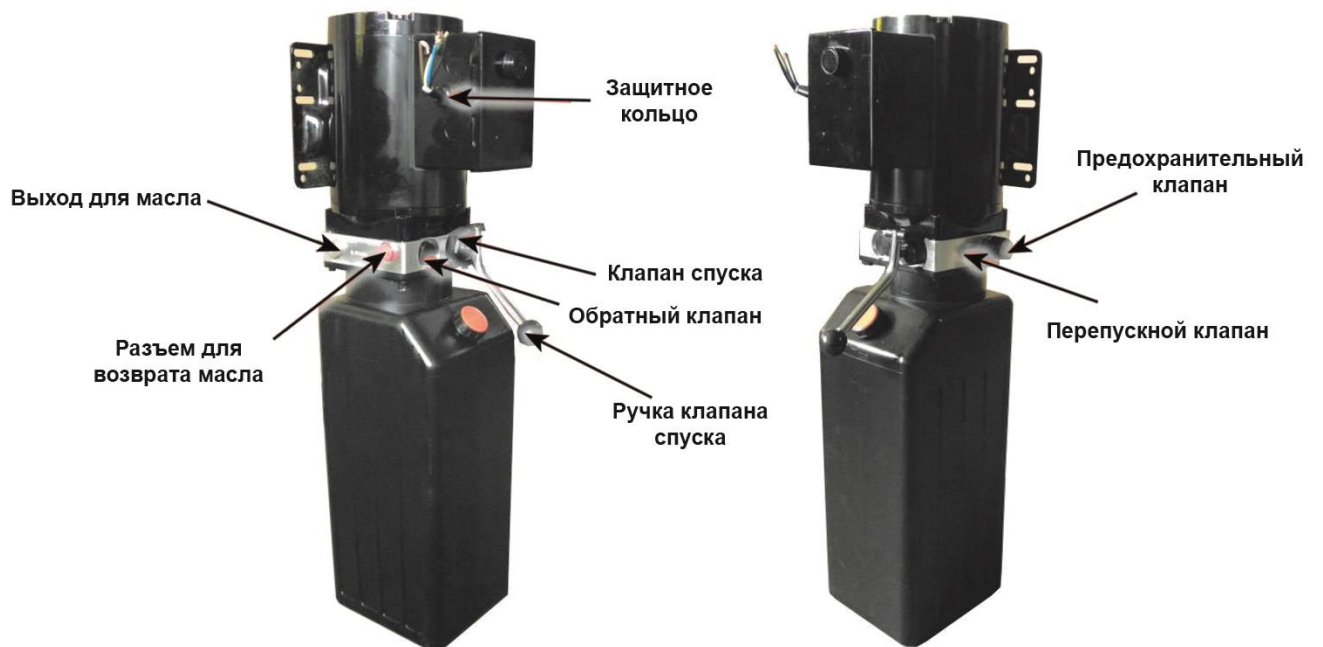

Рис. 33
B. 380V/50HZ, 3 phase (См рис. 33)